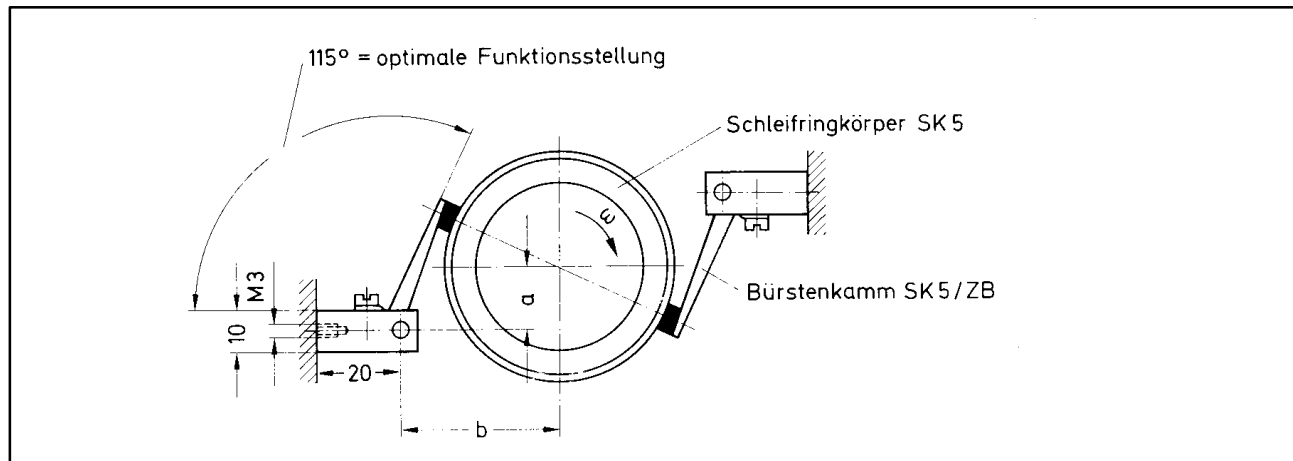

Abb. 10.1: Schleifringkörper SK5 mit Bürstenkamm SK5/ZB, Montagebeispiel
Die zwei Bürstenkämme SK5/ZB mit je fünf Bürsten ergänzen den Schleifringkörper SK5 zum vollständigen Drehübertrager. Zur Signalübertragung sind je fünf Bürsten passend zur Schleifringanordnung in Reihe beweglich auf einem Steg angebracht. Über Federn wird die erforderliche Anpreßkraft erzeugt. Zur Montage sind jeweils zwei Gewindebohrungen M3 vorgesehen. Die Befestigung kann so speziell den Einbaumöglichkeiten angepaßt werden. Die optimale Funktionsstellung zeigt Abb. 10.1.
4. Die Bürstenkämme sind gegenüberliegend anzuordnen (siehe Abb. 10.1). Somit ist die Voraussetzung für eine sichere Signalübertragung gegeben. Die Bürstenkämme sind so zu montieren, daß die Bürste unter dem schwarz markierten Klemmenanschluss dem ersten Schleifring an der Kabelanschlussstelle zugeordnet ist. Die mit Farbe markierten Klemmanchlüsse auf dem Bürstenkamm entsprechen dann den Aderfarben am Schleifringkörper.